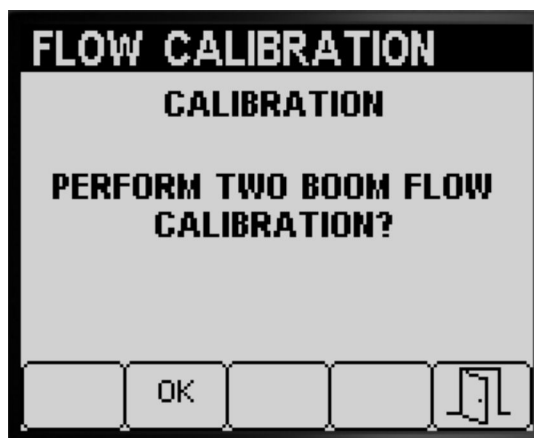

Figura 58
- Dacă nu trebuie să efectuai calibrarea pentru 2 seciuni ale pulverizatorului, apăsai butonul 5 pentru a reveni la ecranul Calibrate (Calibrare) (Figura 58).
În cazul în care ai completat o calibrare pentru 3 seciuni ale pulverizatorului, Infocenter vă sugerează să efectuai o calibrare pentru 2 seciuni ale pulverizatorului (Figura 58), efectuai una dintre următoarele: